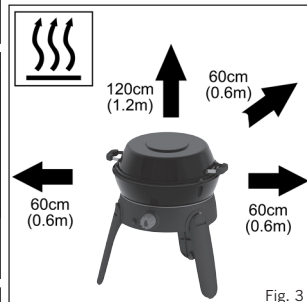

Fig. 3
- Houd het apparaat tijdens gebruik uit de buurt van brandbare materialen. Minimale veilige afstanden zijn 120cm boven het toestel en 60cm rondom het toestel (zie fig. 3).